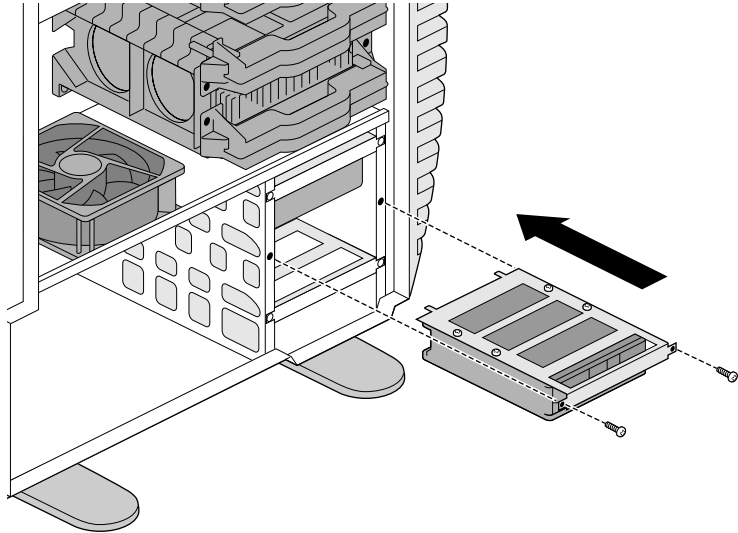

Abbildung 4-17 Befestigen der Festplatte am Gehäuse
8. Führen Sie die Festplatte mit der Unterseite nach oben zusammen mit der Halterung in den freien Laufwerkseinschub ein wie in Abbildung 4-17 dargestellt.